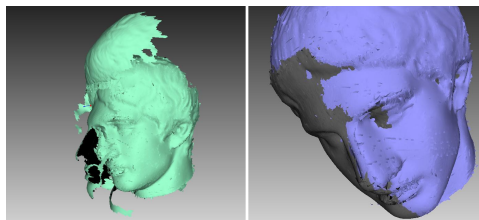

Рис. 8.35: Ошибки глобальной регистрации: некорректные настройки слева и разрыв между сканами справа.
- После окончания работы поверхности находятся в беспорядочном состоянии (см. левую иллюстрацию на Рис. 8.35) или положение поверхностей не изменилось. Обычно это связано с тем, что в приложение настроено для другого типа сканера, не для того, которым снимались данные. Измените тип устройства в настройках (см. Настройки алгоритмов).
- Алгоритм отработал успешно, но между двумя или большим количеством сканов наблюдается разрыв (см. Рис. 8.35, справа). Выберите на *Рабочей области* только эти сканы и запустите алгоритм глобальной регистрации для них. Если после